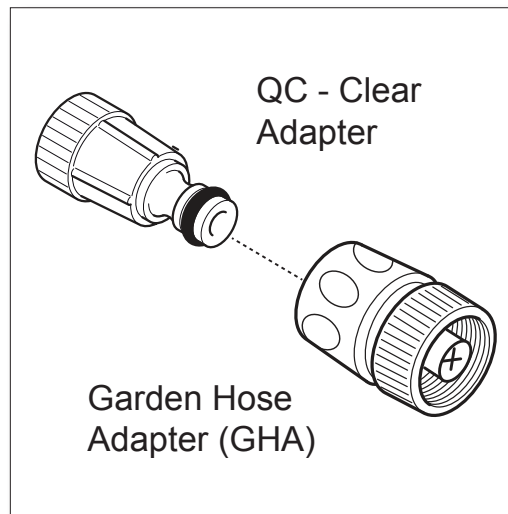

Fig. 16
- Pour débiter, enlevez le couvercle d'emballage en plastique sur le point d'alimentation d'eau situé sur le devant de la laveuse à pression, à droite. Vous pouvez serrer à la main. Glissez le collier bleu/noir sur l'adaptateur clair (**Fig. 16**), vous entendrez un « clic » lorsqu'il sera en place.